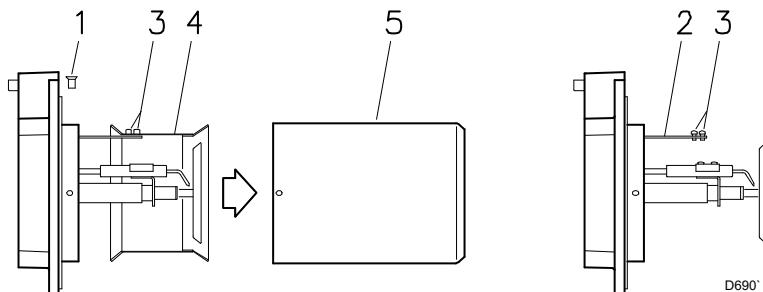

Fig. 8
### 5.5 Fixação do queimador à caldeira (Fig. 8)
- Desaparafusar os parafusos 1)(Fig. 8) e desmontar o tubo de fogo 5)